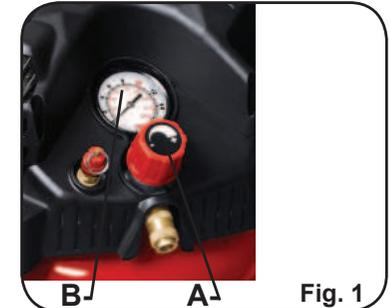

Fig. 1
➔ Pour régler la pression de sortie d'air, il faut tourner la molette **A (Fig. 1)** dans le sens horaire pour augmenter la pression, et inverse pour la diminuer (voir marquage sur la molette).
Le manomètre **B (Fig. 1)** indique la pression utilisable en sortie de raccord, n'utiliser l'outil que lorsque la pression dans la cuve est supérieure à la pression d'emploi de l'outil.
- la membrane interne du réducteur de pression (**Rep. A, Fig. 1**) est déchirée, la remplacer.